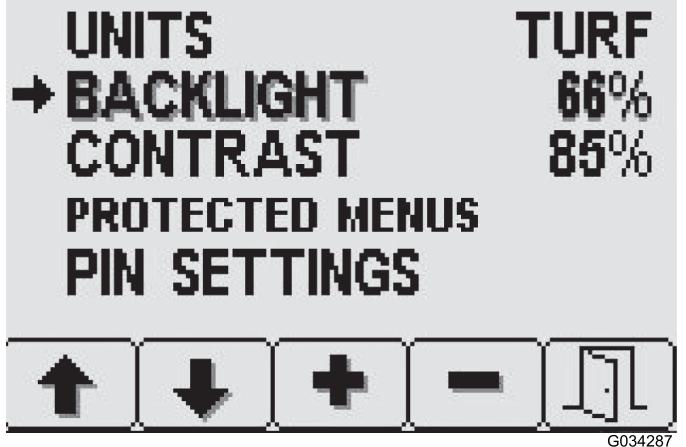

Figura 26
3. Pulse el botón 3 (subir) o el botón 4 (bajar) para ajustar la cantidad de retroiluminación o de contraste para la pantalla LED (Figura 26).